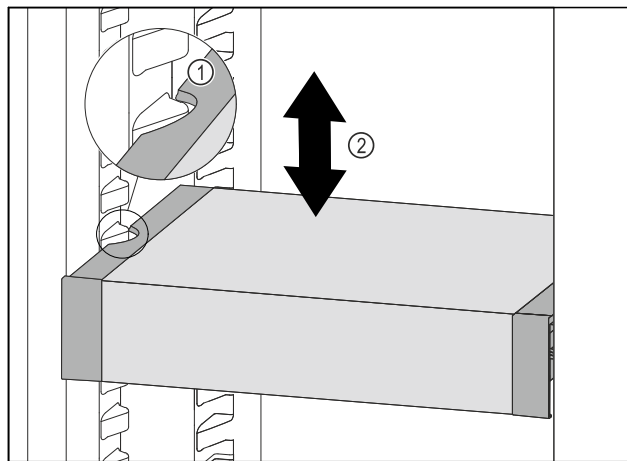

Fig. 179
- Táhněte VarioSafe dopředu, dokud nebudou boční vybrání VarioSafe na úrovni žebrování na nádoby v chladničce. Fig. 179 (1)
- Posouvajte VarioSafe v chladničce nahoru nebo dolů, dokud nedosáhnete požadované výšky. Fig. 179 (2)